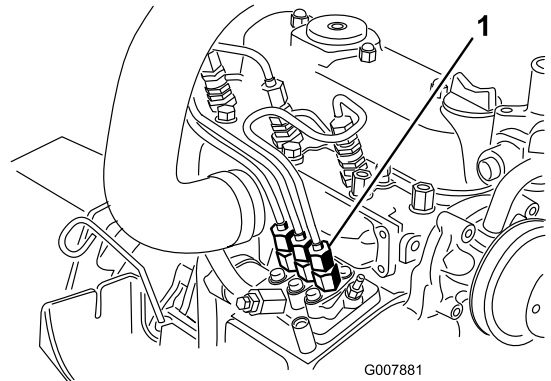

Figure 49
1. Placez un chiffon sous le raccord du tuyau allant de la pompe d'injection à l'injecteur N° 1 comme illustré à la Figure 49.